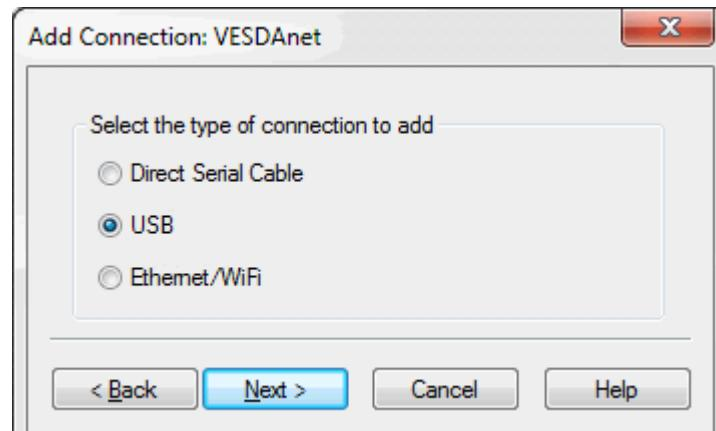

Рис. 5-3: Выбор USB
1. Выберите **USB**, а затем нажмите кнопку **Next** (Далее) (Рис. 5-3).